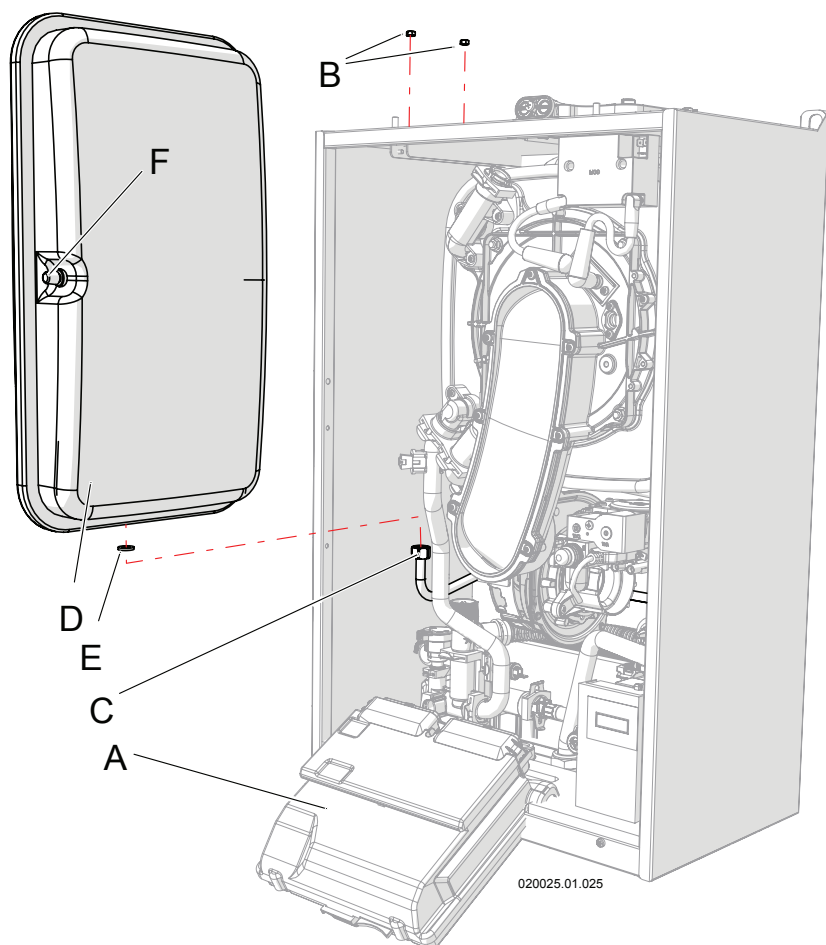

Figura 8-6 - Accesso al vaso di espansione
- 3.- attraverso lo spillo "F" di figura 8-6, pompare aria all'interno del vaso fino a raggiungere la pressione di 1 bar. Nel contempo lasciare defluire acqua dagli scarichi "A" e "B" di figura 8-18;
Se dovesse rendersi indispensabile la sostituzione del vaso, per smontarlo, procedere come di seguito (fare riferimento alla figura 8-6 quando non diversamente specificato):